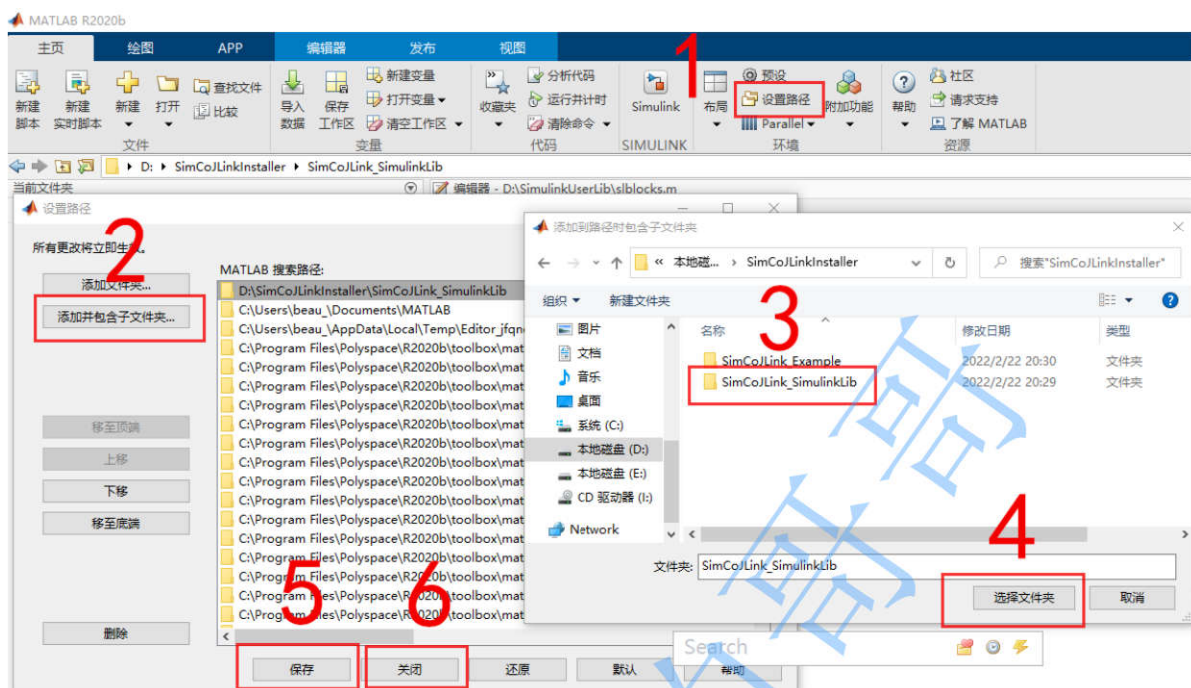

图 5: MATLAB 添加搜索目录步骤
2. 将包内 SimCoJLink_SimulinkLib 文件夹加入 MATLAB 搜索目录，不可含中文!!，见 (图 5)。